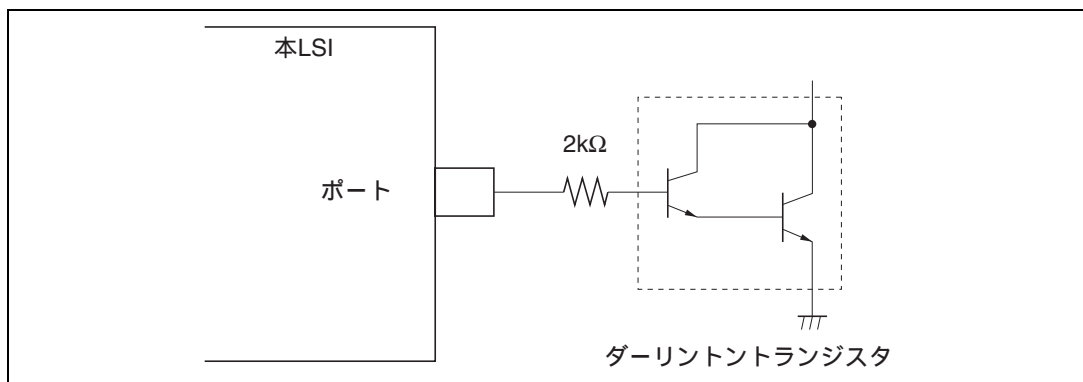
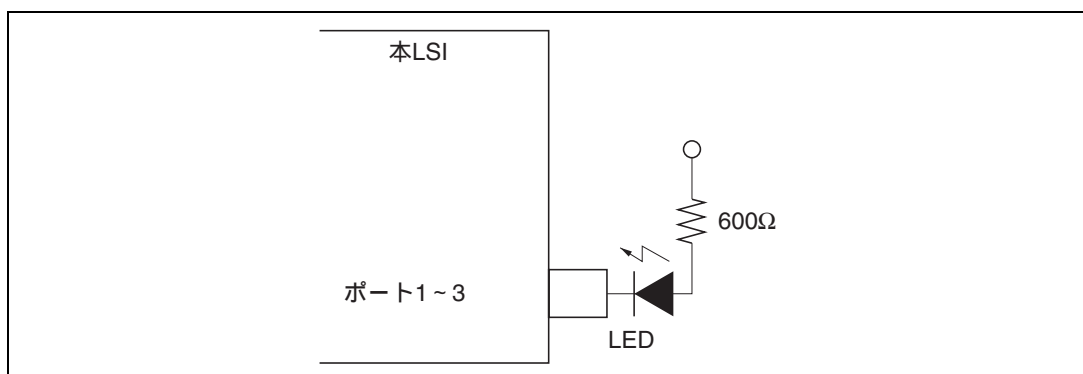

図 26.1 ダーリントトランジスタ駆動回路例
図 26.2 LED 駆動回路例
- ダーリントントランジスタや、LED を直接駆動する場合には、図 26.1、図 26.2 に示すように、出力に必ず電流制限抵抗を挿入してください。